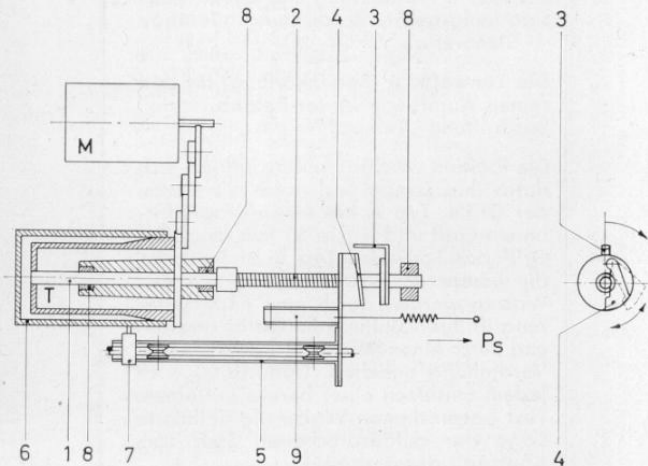

Bild 3 Der Transportmechanismus
Bild 3 Rundfunkgeräte-Meßplatz, bestehend aus (v. l. n. r.) oben Röhrenvoltmeter RV 3, Abgleichsender AS 2, unten Stabilisiertes Netzgerät TN 3, Regel-Trenn-Transformator RT 3, Stereo-Coder SC 1, Oszillograph W 2/13, ganz unten ELAVI HO, NF-Vorverstärker VB 1, Resonanzmeter I oder II
Bild 3 zeigt den Transportmechanismus. Die Trommel ist mit ihrer eingepreßten Lagerspindel ① in zwei Sinterlagern ⑧ gelagert, wodurch ein leichter und erschütterungsfreier Lauf gegeben ist. An die Lagerspindel direkt angekuppelt ist eine Gewindespindel ②, die an ihrem freien Ende nochmals gelagert ist. Durch eine Nockenscheibe ③ wird eine Klinke ④ in den Gewindegang eingerückt.